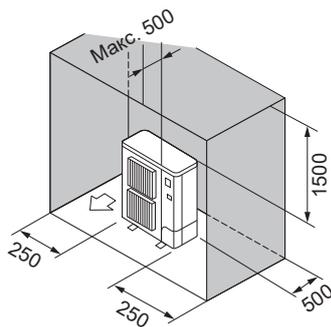

Fig. 2-8
- ⑥ Кедегілер тек артқы, бүйір жағында және одан жоғарыда (Fig. 2-8)